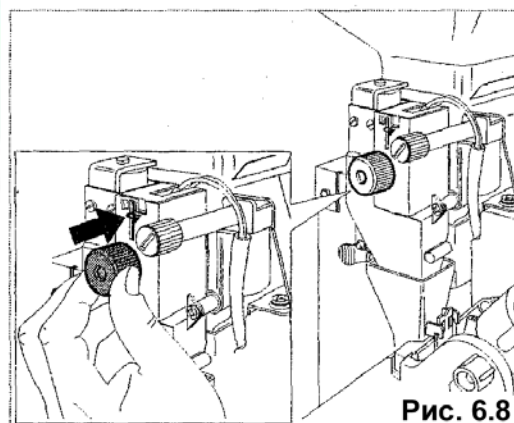

Рис. 6.8
- **Вес в граммах молотого кофе:** Варьируйте количество с помощью ручки, расположенной на измерительном устройстве (рис. 6.8).
Изменение количества продукта можно контролировать с помощью контрольных меток на корпусе измерительного устройства (см. рис. 6.8).